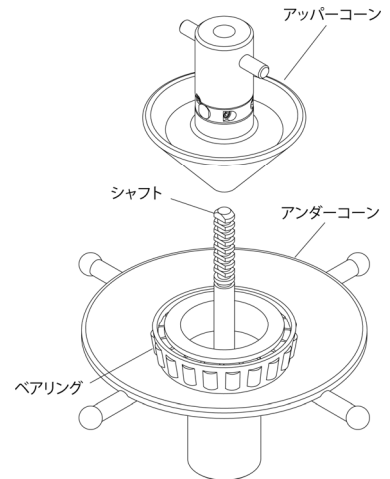

Fig.10
- 2) アッパーコーンのツメ位置をシャフトの二方取り部に合わせ、上部より差し込んでください。(Fig.10)